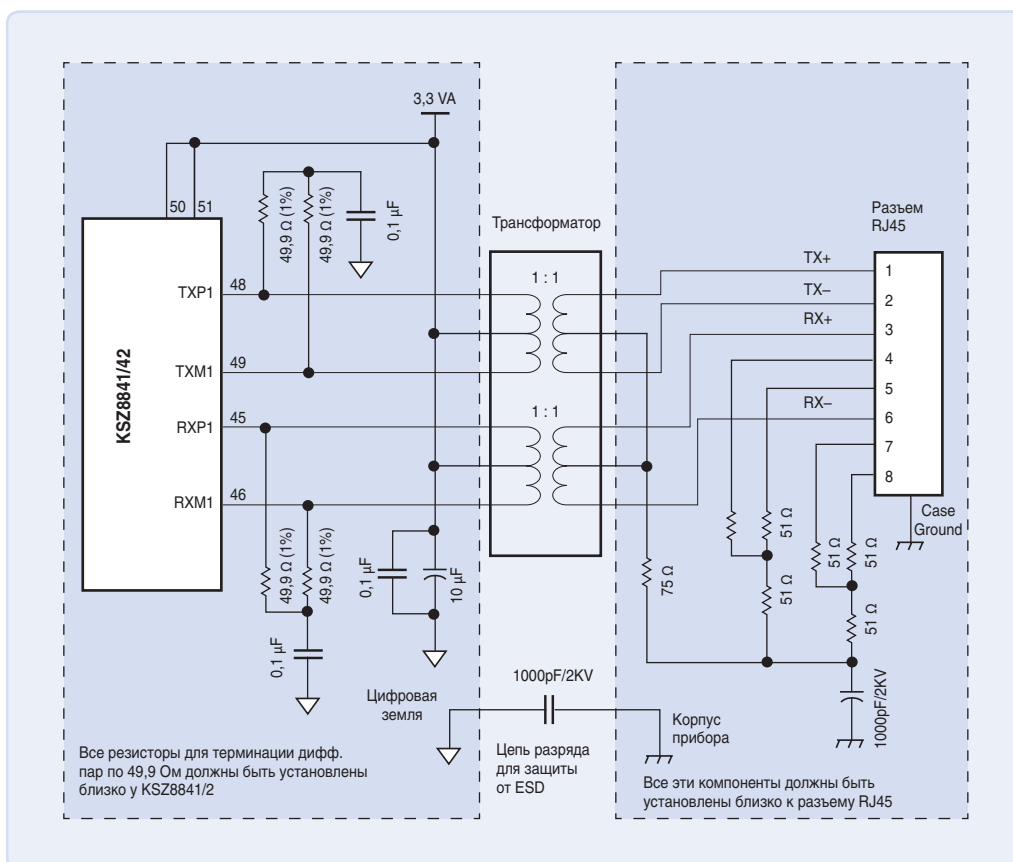

Рис. 4. Схема подключения порта микросхемы KSZ8841/42 к Ethernet
На рис. 4 изображена схема аналоговой части стыка с Ethernet, выполненная для KSZ8841/42. На этой схеме представлены компоненты, необходимые для работы по медному кабелю, начиная от разъема RJ45 и трансформатора до самой микросхемы KSZ8841/42, а также элементы согласования, необходимые для работы в этом режиме.
8. Неиспользованные пары в кабеле, приходящие на разъем RJ45 (выводы 4 и 5, 7 и 8) должны быть нагружены так, как показано на рис. 4. Все эти соединения необходимо провести широкими и короткими трассами как можно ближе к разъемам RJ45;